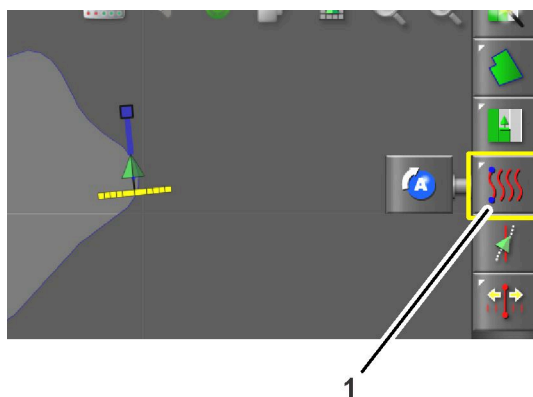

図 15
4. ガイドラインメニューアイコン (図 15)を押します。